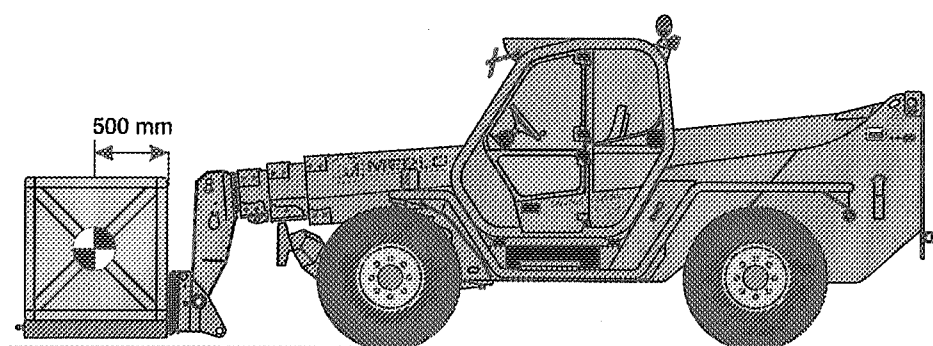

Fig.1
- situarse con la máquina cerca de las horquillas, activar el freno de mano, poner el selector del sentido de marcha (20) y el selector del mando del cambio (19) en posición "N"
- extender el brazo telescópico y girar el bastidor porta-accesorios hacia abajo para ponerlo a la altura de los enganches del accesorio. (Fig 1)
Se recuerda que el centro de gravedad de una carga en las horquillas se calcula a 500mm del talón de las horquillas (Fig.1)